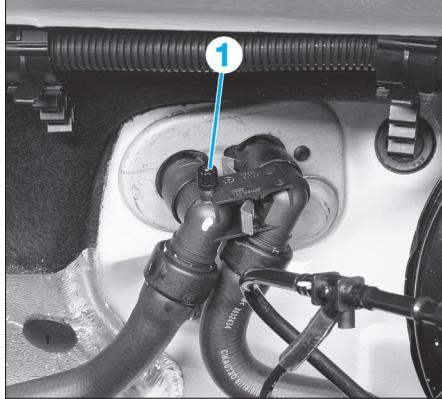

FIG. 19
- Ouvrir la vis de purge (1) (Fig.19).